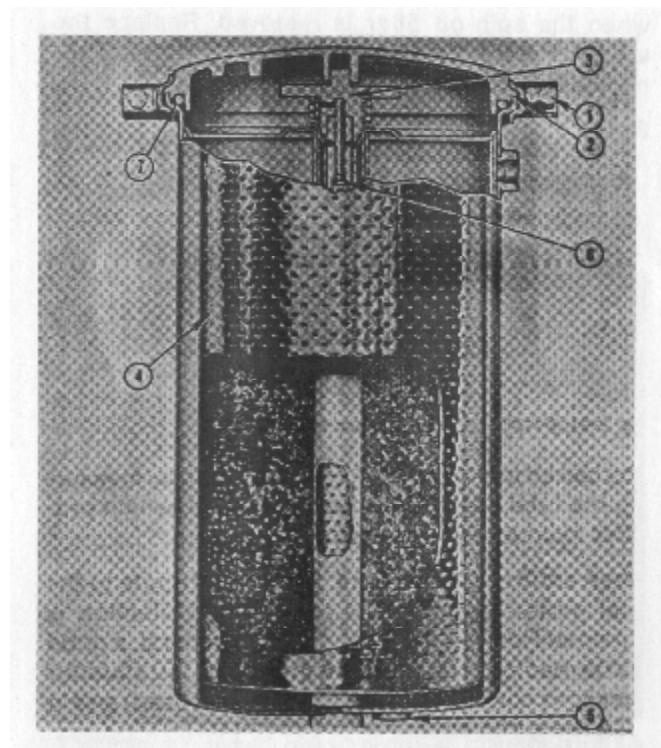

Рис.2-17 (V41908) Шунтирующий фильтр/байпас в разрезе.
1. Снять спускную пробку (Рис. 2-17) и спустить масло.
2. Снять гайку (1) и открыть кожух.
3. Отвинтить прижимной блок (3) и снять элементы (4) и прижимной блок.
7. Проверить пробку с отверстием (6) внутри соединения или вертикальной трубы выхода масла; выпустить воздух, открыть и прочистить.
8. Проверить 0-образное кольцо крышки фильтра (7). Сменить при необходимости.